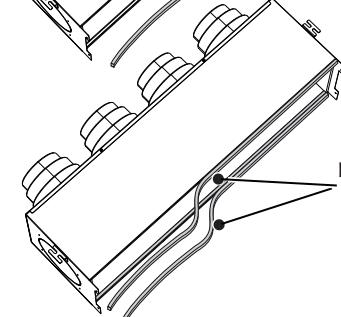

Fig.3
- Fissare l'accessorio PM_V alla bocca di mandata dell' unità con le quattro viti fornite a corredo (fig.3)